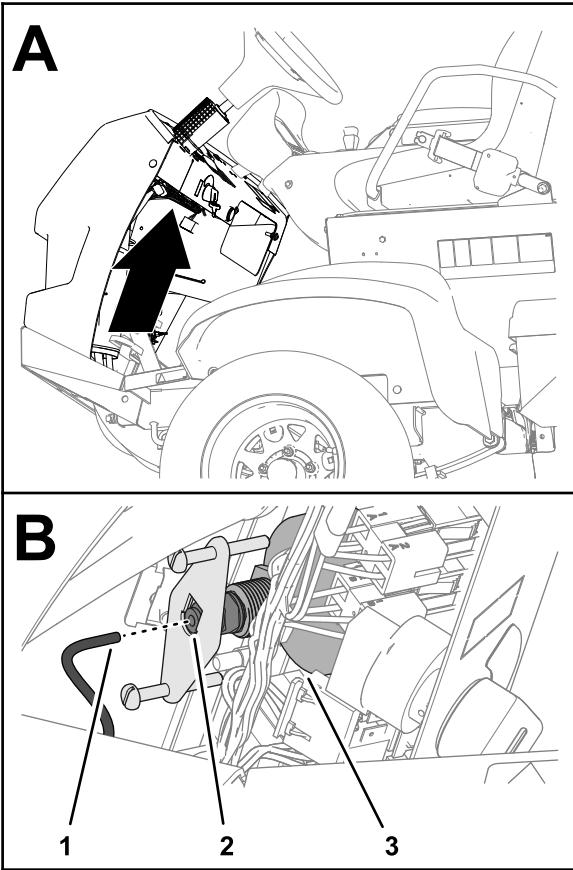

Figure 123
1. Insérez le tube du manomètre dans le coupleur au dos du manomètre (Figure 123).